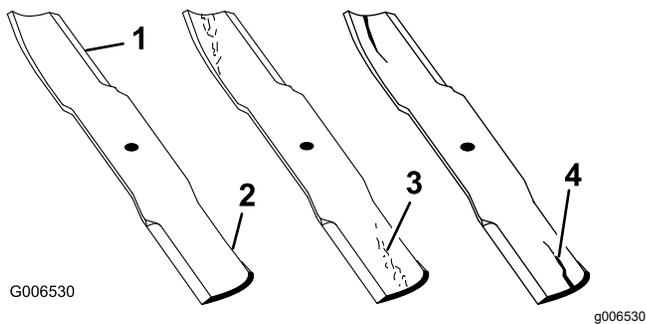

Figure 14
1. Examinez le tranchant des lames (Figure 14).
4. Remplacez immédiatement toute lame fendue, usée ou qui présente une entaille (Figure 14).